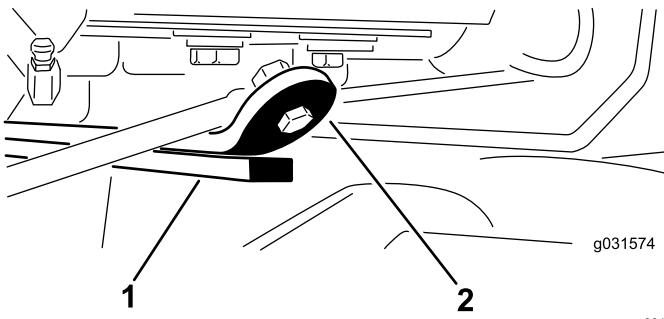

Figura 15
- Ligue o motor, eleve as unidades de corte e certifique-se de que a folga entre a fita de atrito na barra de atrito da parte superior da unidade de corte traseira e a correia do para-choques é de 0,51 a 2,54 mm, como se mostra na Figura 15.